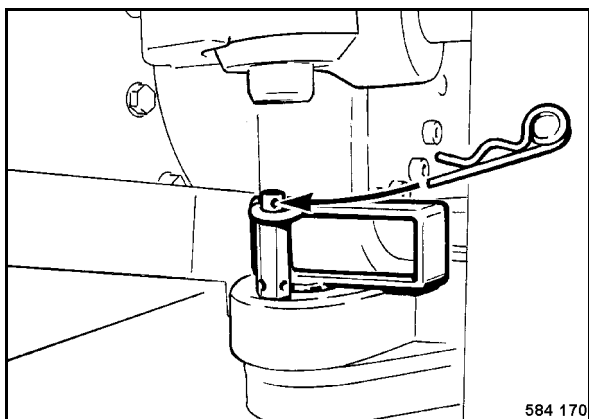

Fig. 69
- Encajar el seguro para la articulación de codo y asegurarlo con el pasador elástico (Fig. 69).